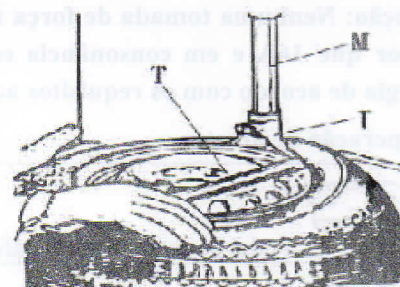

Fig 6
Abaixe o Braço Vertical (M) até a cabeça da Montadora/desmontadora (I) repousar ao lado da borda do aro, vire a Manivela de Bloqueio para bloquear o Braço Vertical e o Braço Giratório na posição, e também ajustar no Braço Destacador e faça a cabeça Montadora/desmontadora poder elevar automaticamente 2mm-3mm a partir da borda do aro da roda. Insira a Alavanca de Levantamento (T) entre o talão do pneu e a seção dianteira da cabeça montadora/desmontadora como mostrado na Fig 6.